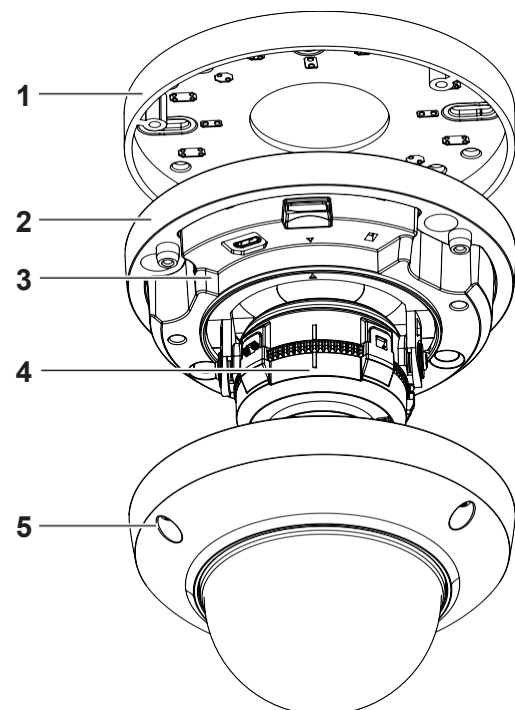

Figura 1
Parti della telecamera: Figura 1
4. Svitare le tre viti sulla cupola della telecamera (5) (Figura 1) per rimuovere la cupola dalla base della telecamera.
- a. attraverso la fessura di ingresso laterale del cavo sulla base della telecamera (2) (Figura 1).
- b. attraverso il foro per il cavo sulla piastra di montaggio (1) (Figura 1).
6. Posizionare la base della telecamera (2) (Figura 1) sulla piastra di montaggio della telecamera (1) (Figura 1) ed assicurarsi che i tre fori sulla base della telecamera siano allineati con i tre fori sulla piastra di montaggio.
9. Coprire il corpo della telecamera con la copertura a cupola (5) (Figura 1) e fissare saldamente la cupola alla telecamera con le tre viti.